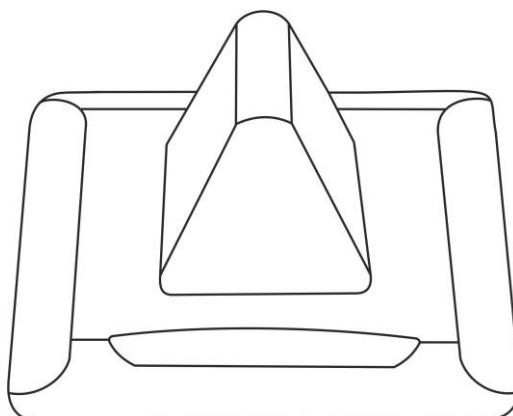

Рисунок 5.15. Сигнальная лампа MP-611W4
2. Сигнальная лампа MP-611W4 (рис.5.15). Сигнальная лампа имеет влагозащищенность по группе IP54.